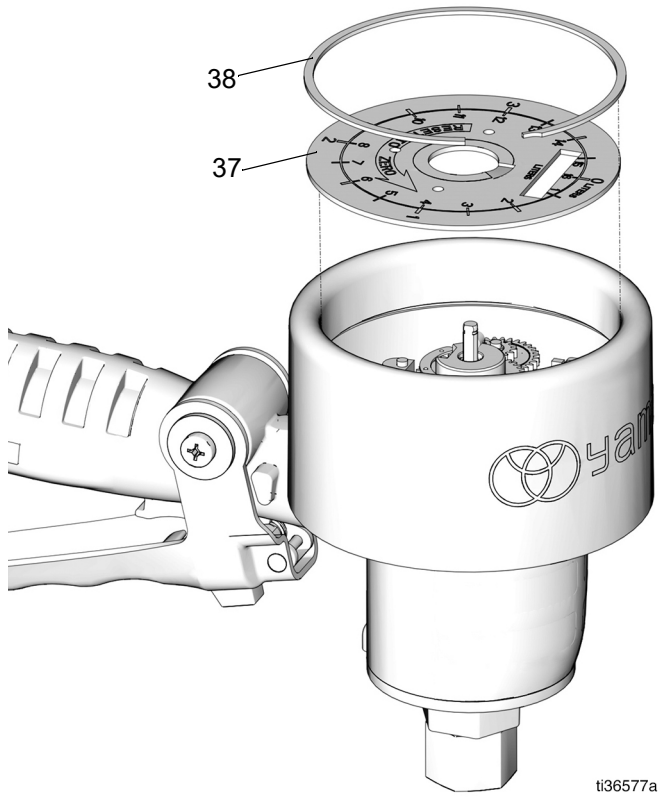

図 11
5. 大きな保持クリップ (38) を外し、次にダイヤル (37) を外します (図 11)。